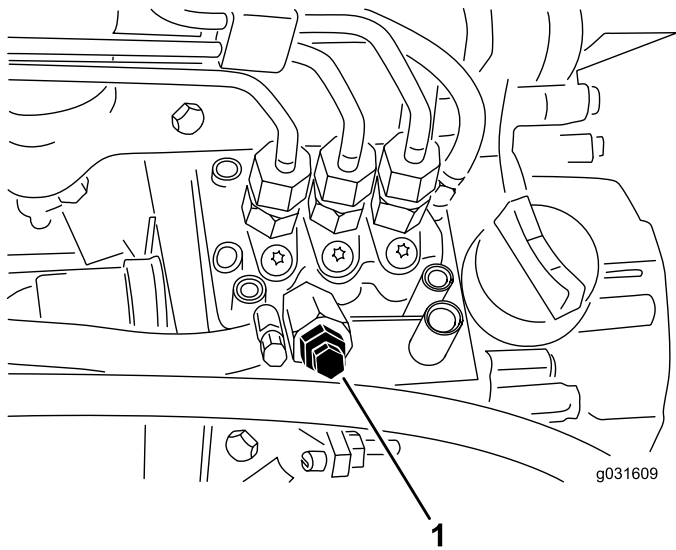

Figure 50
4. Desserrez la vis de purge sur la pompe d'injection (Figure 50).